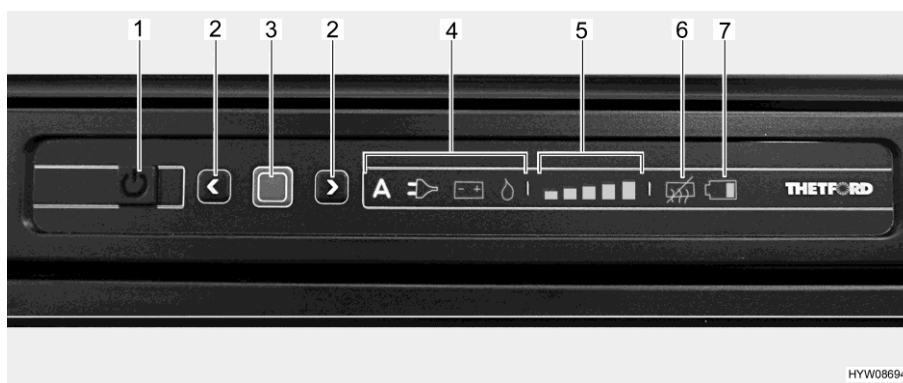

Fig. 239 Panneau de commande DEL (réfrigérateur Thetford)
- Appuyer sur la touche Marche/Arrêt (Fig. 239,1) pendant 1 seconde. La touche s'allume en vert. L'affichage devient plus sombre pour des raisons d'économie d'énergie au bout d'env. 10 secondes.
- Appuyer sur la touche de confirmation (Fig. 239,3). Le dernier mode de fonctionnement qui a été choisi est affiché.
- Appuyer sur la touche de confirmation (Fig. 239,3) pendant env. 2 secondes. Les symboles des modes de fonctionnement clignotent.
- Sélection manuelle d'énergie : Sélectionner la source d'énergie désirée avec les touches fléchées (Fig. 239,2).
- Sélection automatique d'énergie (uniquement sur le modèle à sélection automatique d'énergie) : Sélectionner le mode de fonctionnement "A" avec les touches fléchées (Fig. 239,2).
- Confirmer la sélection avec la touche de confirmation (Fig. 239,3).
- Appuyer de nouveau sur la touche de confirmation (Fig. 239,3). L'affichage du degré de réfrigération (Fig. 239,5) clignote.
- Pour changer le réglage, appuyer sur les touches fléchées (Fig. 239,2) jusqu'à ce que le réglage désiré soit affiché.
- Appuyer sur la touche Marche/Arrêt (Fig. 239,1) pendant env. 2 secondes. Toutes les lampes s'éteignent. Le réfrigérateur est coupé.
Lorsque le réfrigérateur est mis en marche, il choisit automatiquement le dernier réglage du thermostat qui a été choisi. Ce réglage peut cependant être corrigé manuellement à l'aide des touches fléchées (Fig. 239,2). Il faudra attendre quelques heures jusqu'à ce que le réfrigérateur ait atteint sa température normale de réfrigération. Le réglage du thermostat est conservé en cas de commutation sur un autre mode de fonctionnement.